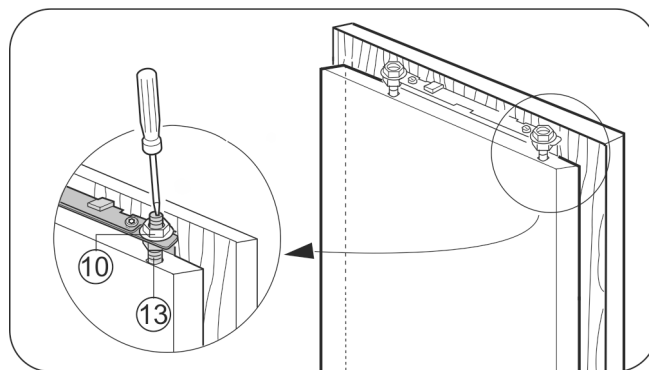

Fig. 30
- ▶ Strângeți ferm contrapiulițele Fig. 30 (10) cu cheia hexagonală 13, ținând contra la bolțurile de reglare Fig. 30 (13) cu o șurubelniță.